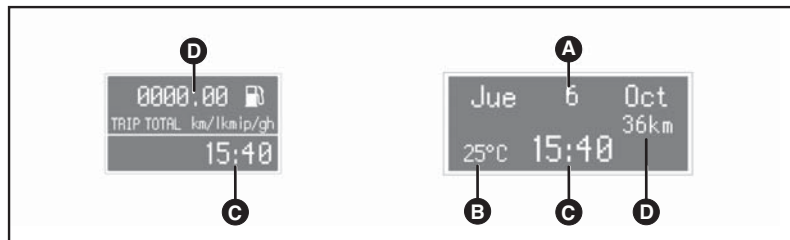

fig. 52
- Cuentakilómetros total/parcial (**D-fig. 52**).
- Reloj (**C-fig. 52**).
- Temperatura exterior (**B-fig. 52**).
- Fecha (**A-fig. 52**)